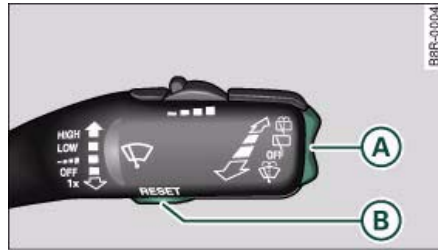

Fig. 14 Palanca del limpiaparabrisas: Elementos de manejo del ordenador de a bordo
Pulsando la tecla Reset (B) ⇒ página 27, fig. 14 se puede conmutar entre las funciones del ordenador de a bordo 1 y 2.
- Pulse la zona superior o inferior del conmutador-selector de funciones (A) ⇒ fig. 14. Los datos relativos a la información para el conductor ya valorada se visualizan sucesivamente.